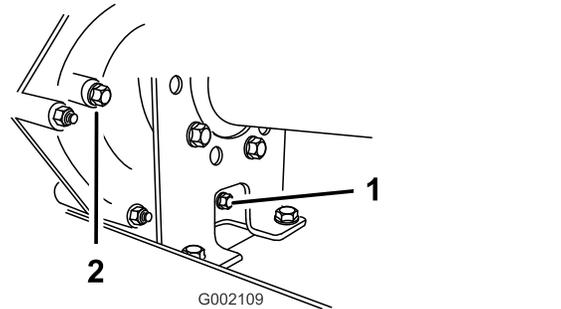
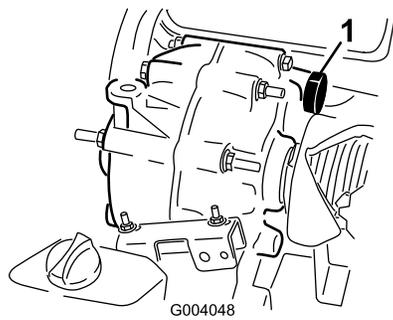

図 50
図 51
2. 補給口および排出口の周囲をウェスできれいにふき取る 図 50。
4. 補給プラグを左に回して抜きとる 図 50。
5. ドレンプラグを左に回して抜きとる 図 50。
6. ガスケットとドレンプラグを元通りに取り付ける 図 50。
7. 補給プラグ穴から、オイル溜め 図 51に、所定のトランスミッションオイル約 1.4 リットルを入れる。これで補給口のねじ山の下位置までオイルが入る。 (図 50)。
8. ガasketと補給プラグを元通りに取り付ける 図 50。
10. オイルの量を点検し、ねじ山の下位置よりも下がっている場合には適宜追加する 図 50。